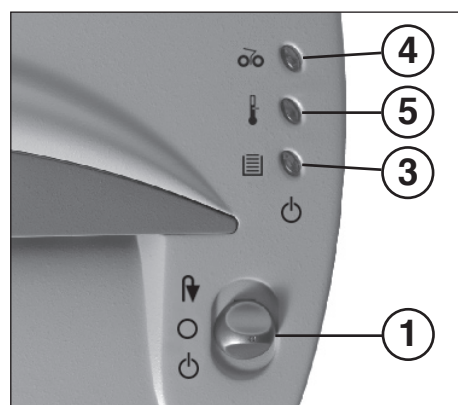

Fig. 1
#### 1 = Interruttore funzione (Fig. 1)
#### 3 = Spia di controllo (Fig. 1)
„inceppamento del materiale“ (Fig. 1)
#### 5 = Spia di controllo (Fig. 1)
- Commutare l'interruttore funzione (1) (Fig. 1) in posizione „“. La spia di controllo (3) (Fig. 1) si accende (verde).
Assicurarsi che durante la notte l'apparecchio sia sempre disinserito (Commutare l'interruttore funzione (1) (fig. 1) in posizione "O").
- La spia di controllo (4) (Fig. 1) si accende.
- Commutare **brevemente** l'interruttore funzione (1) (fig. 1) in posizione "I" (il materiale viene sbloccato), commutarlo in posizione "O".
- La spia di controllo (4) (Fig. 1) si spegne.
- Strappare la carta sbloccata subito oltre la fessura di alimentazione, quindi commutare l'interruttore funzione (1) (Fig. 1) in posizione "O".
- Commutare l'interruttore funzione (1) (Fig. 1) in posizione "O".
Sollecitando il motore oltre i limiti avviene il blocco. La spia di controllo (5) (Fig. 1) si accende. Commutare l'interruttore (1) (fig. 1) funzione in posizione "O". Dopo un periodo di raffreddamento di circa 25-30 minuti, (dipendente dalla temperatura ambiente) sarà possibile innestare nuovamente la macchina.